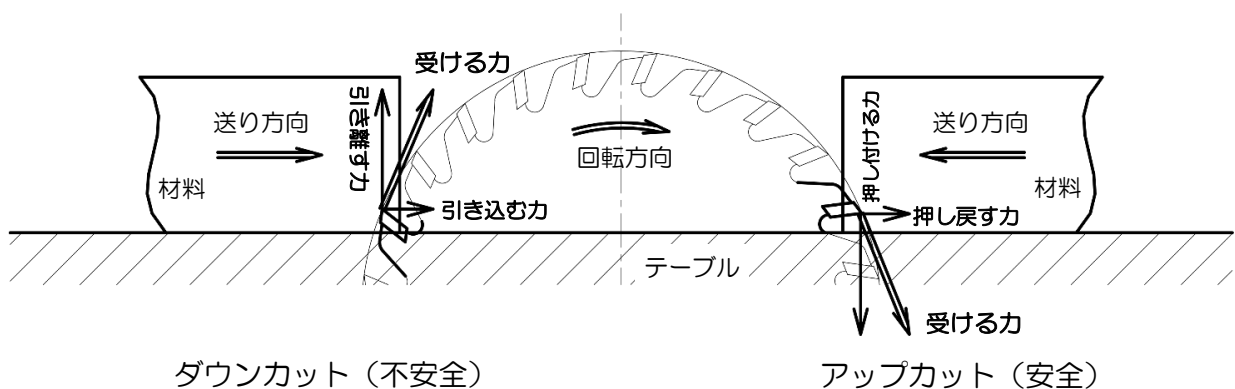

図 1 アップカットとダウンカット（丸ノコ盤の例）
「アップカットの原則」にしたがって、材料の送り（スライド丸ノコやトリマなどでは工具の送り）を行うと、材料が刃物から**受ける力**によって、①**材料を押し戻す力**と、②**材料をテーブルや定規に押し付ける力**が働く（図 1 右側）。この2つの力が同時に働くようにすれば、材料の送り速度をコントロールすることが可能となり、また、材料や工具が安定するため、安全な加工が行える。
(1) アップカット（図 1 右側）
(2) ダウンカット（図 1 左側）